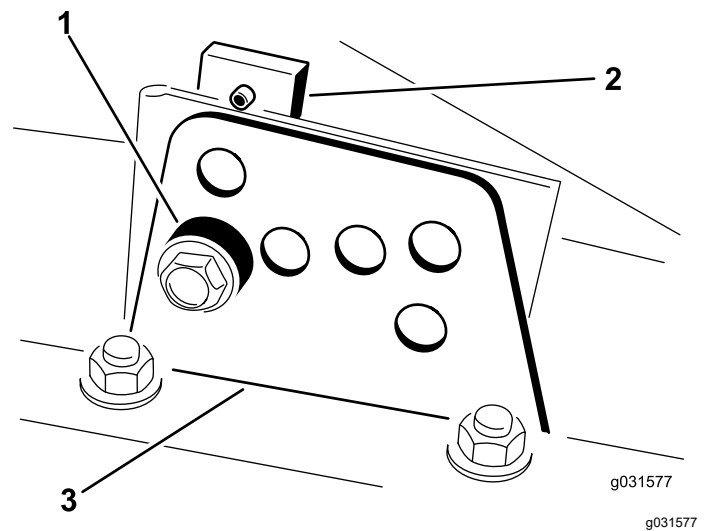

Figure 18
2. Desserrez le boulon qui fixe le support de hauteur de coupe à la plaque de hauteur de coupe (à l'avant et de chaque côté), comme montré à la Figure 18.
4. Tout en supportant la chambre, déposez l'entretoise (Figure 18).